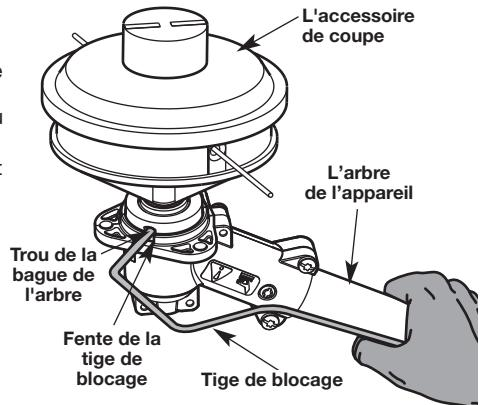

Fig. 7
2. Placez l'accessoire de coupe tel qu'ilustré (Fig. 7). Alignez le trou de la bague du corps de l'arbre avec l'encoche de la tige de verrouillage. Insérez la tige de verrouillage dans le trou de la bague du corps de l'arbre.
3. Gardez la tige de verrouillage en place en la saisissant près du corps de l'arbre de l'appareil (Fig. 7).
1. Alignez le trou de la bague de l'arbre avec la fente de la tige de blocage, puis insérez la tige dans le trou de la bague (Fig. 7).
2. Maintenez la tige de blocage en place en la saisissant près du bras de l'appareil (Fig. 7).